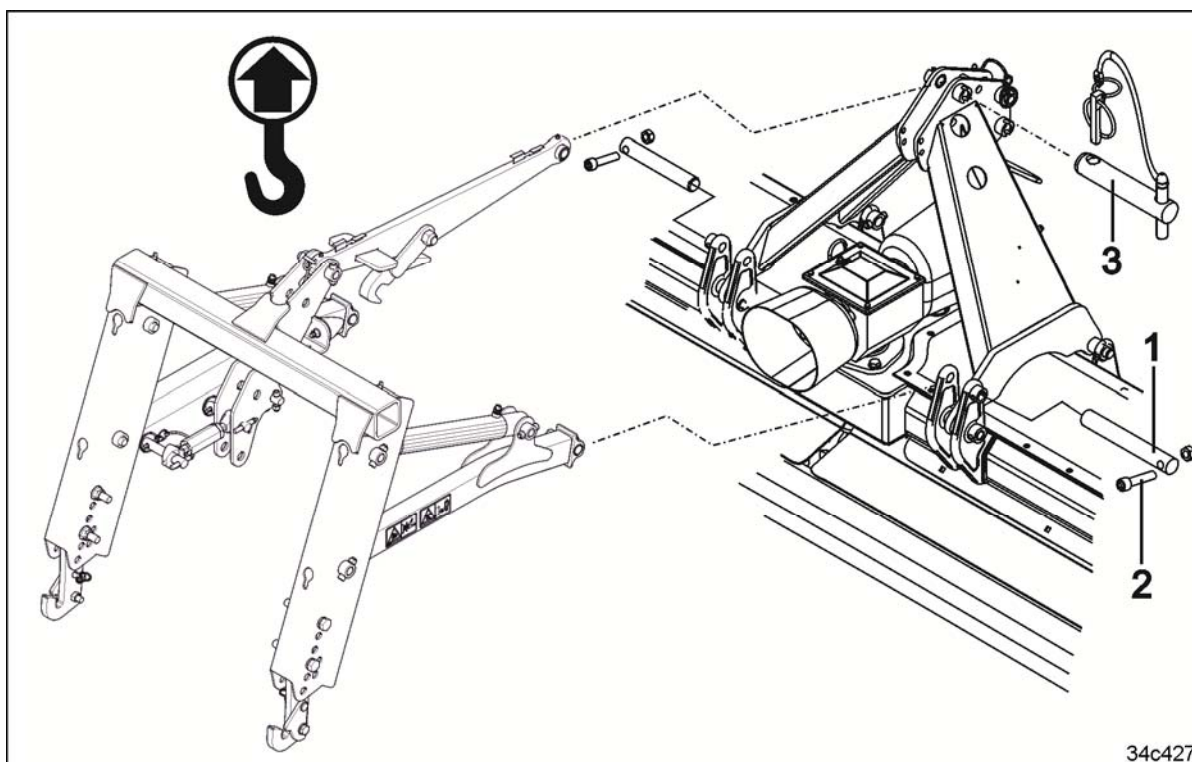

Bild 87
5. Fixera lyftramen på de nedre ledpunkterna. Säkra bulten (Bild 87/1) med en skruv (Bild 87/2) med mutter.
6. Fixera toppstangen med en bult (Bild 87/3) och säkra med en låssprint.